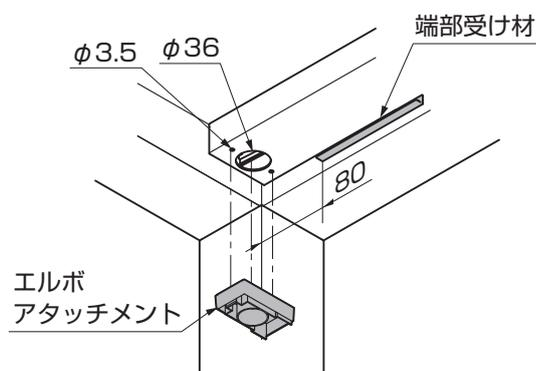

図12-119 A部詳細図
- ①エルボアタッチメントを樋にあて、ポンチ等でケガキ、ドリルで水抜き穴φ36とエルボアタッチメント取付穴φ3.5をあけてください。（図12-119、12-120参照）
- 以降の施工手順はP.65の③から、P.66の④の手順を参考にしてください。
- 端部受け材は縦樋がつく側の端部から80mmの範囲は取付けしないでください。（図12-119参照）
- ④エルボアタッチメントにアタッチメントパッキンを貼付けし、ルーフの雨樋に【10-1】で取付けてください。